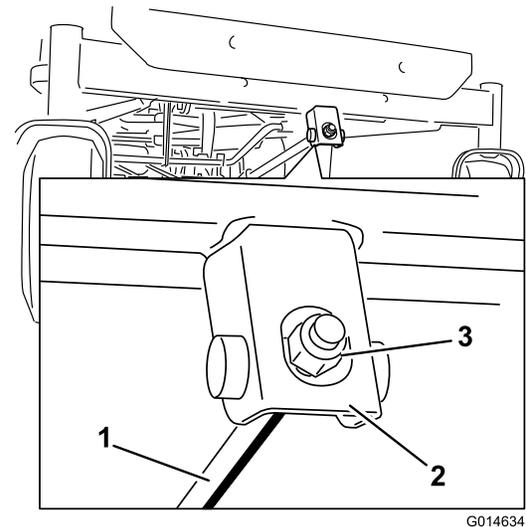

Figura 53
6. Para ajustar la inclinación longitudinal, gire la tuerca de ajuste de la parte delantera del cortacésped (**Figura 53**).